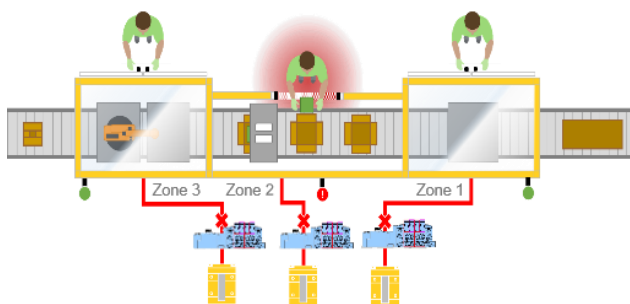

Figure 1 : méthode conventionnelle
Il convient de noter que, lorsqu'une soupape de décharge redondante est utilisée dans un cycle continu, comme illustré ci-dessous (figure 1), sa capacité de cycle de vie peut ne pas permettre à l'utilisateur d'atteindre le niveau de performance (PL) requis.
Avec une approche de zoned safety, une conception bien plus simple est possible et garantit la sécurité de l'opérateur, sans qu'il soit nécessaire d'évacuer l'air vers l'îlot entier. Trois zones indépendantes dans un même îlot de distribution pneumatique avec capacité Zoned Safety contrôlent de manière indépendante la fonction de sécurité des trois stations de chargement. Les îlots, clapets de décharge et nœuds de bus de terrain supplémentaires illustrés à la figure 1 ne sont pas nécessaires.